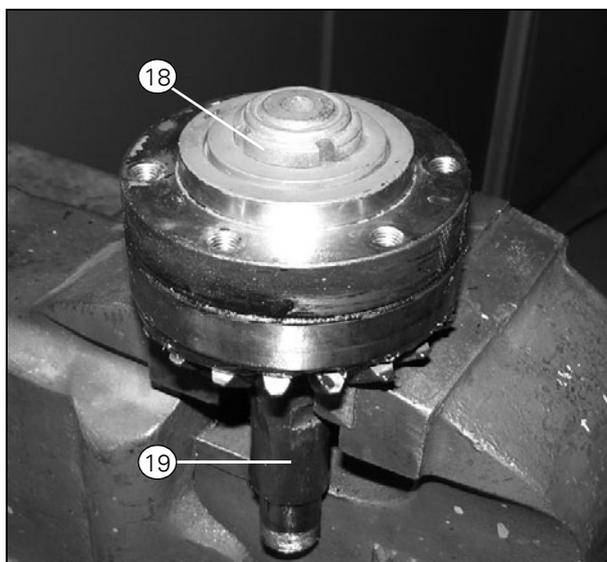

Рисунок 17
26. Затяните гайку (поз. 18) моментом 147 Нм. (Рис. 17).